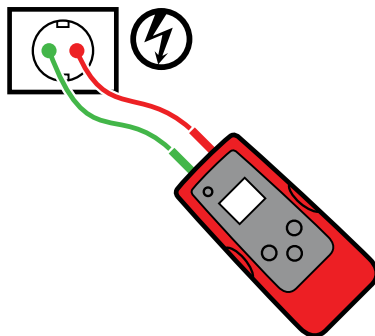

Abbildung 3.4a
3. Schließen Sie rote und grüne Messleitung an Außenleiter und Neutralleiter derselben Steckdose oder desselben Kabels an (siehe Abbildung 3.4a).